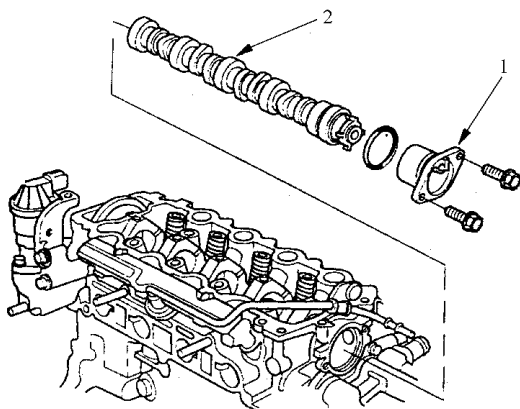

图 2-108 拆卸凸轮轴止推盖
6) 如图 2-108 所示，拆除凸轮轴止推盖，然后拉出凸轮轴。